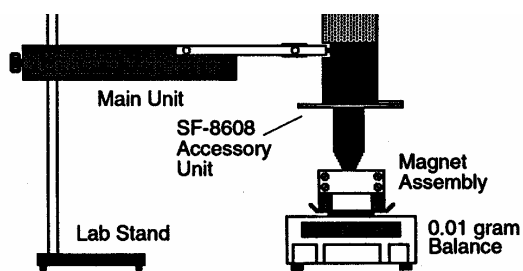

图 2
- (1) 仪器按图 2 安装
- (2) 测定无电流时磁铁组合的质量，并记录在表四之上的  $m_0$  的一格内。
- (3) 调节角度为  $0^\circ$ ，即金属线圈几乎与磁场平行。然后将电流调至 1.0A。测定新的磁铁组质量  $m$ ，并记录。